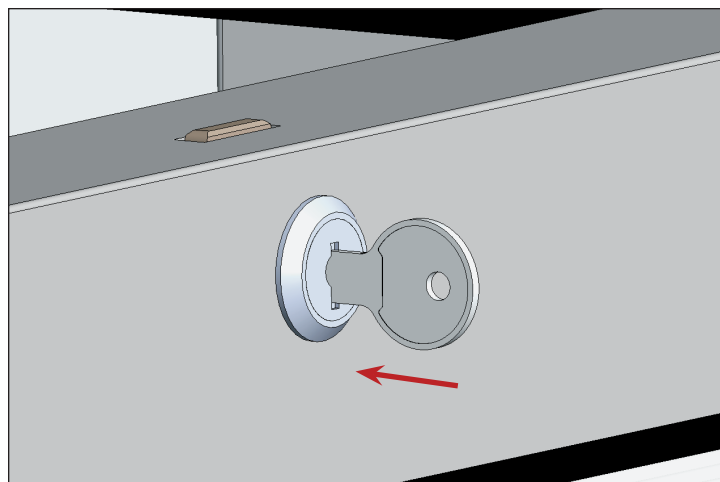

Fig. 1. Insérez la clé passe-partout dans le cylindre de la serrure.
1. Insérez la clé passe-partout (incluse dans le kit de serrure de remplacement) dans le cylindre de la serrure. Voir fig. 1.